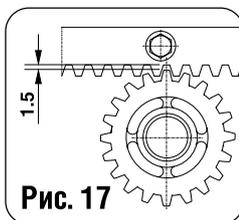

Рис. 17
- Чтобы обеспечить правильное зацепление рейки с шестерней, опустите привод на 1,5 мм. (рис.17)